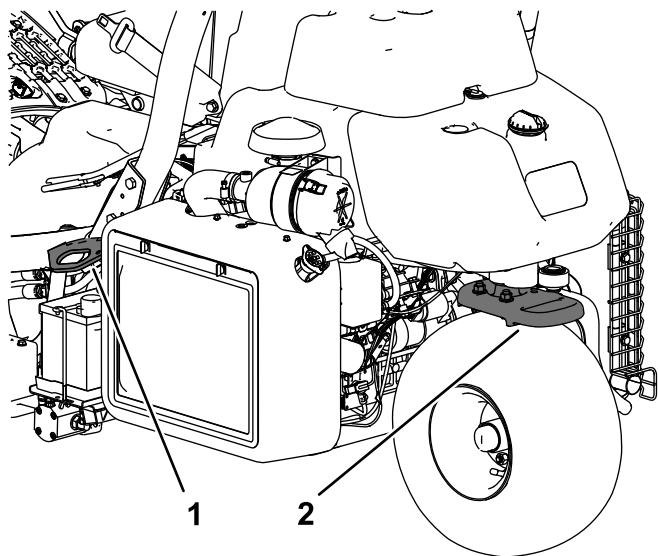

Bild 30
- Befestigen Sie die Maschine sicher mit Gurten, Ketten, Kabeln oder Seilen. Die vorderen und hinteren Gurte sollten nach unten und außerhalb der Maschine verlaufen (Bild 30).